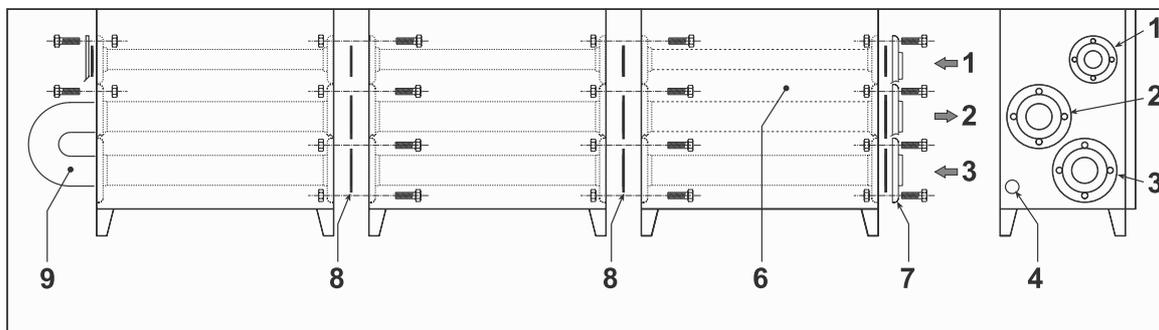

Рис. 18
- На последнем котле необходимо объединить подачу и обратку (Рис.18)